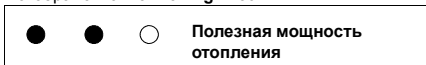

Fig. 2.50
- 1 Нажать кнопку перезапуска бойлера несколько раз (2 раза) до тех пор, пока индикаторные лампы не будут отображаться как на Fig. 2.50.